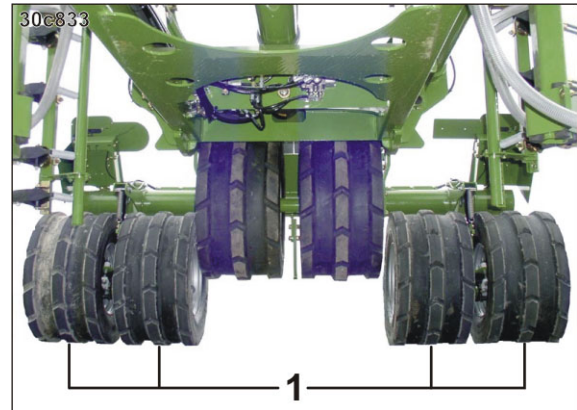

Fig. 47
- bilden das integrierte Fahrwerk (Fig. 47/1) bei Transportfahrten und zum Wenden am Feldende.
Das Fahrwerk (Fig. 47/1) kann mit Polyurethan gefüllten Reifen ausgestattet sein.